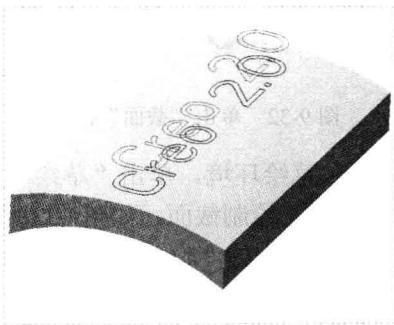

图 9-24 投影线条
Step 06 单击“应用并保存在工具中所做的所有更改，然后关闭工具操控板”按钮, 即可投影线条，如图 9-24 所示。